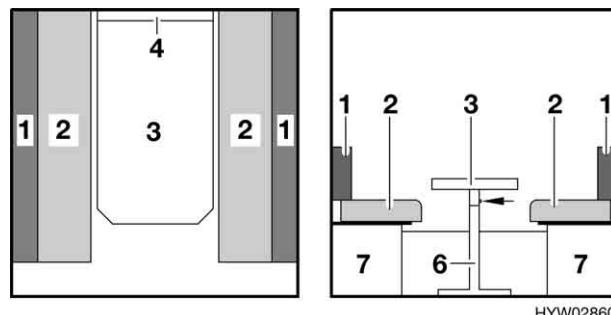

Fig. 45 Prima della trasformazione
- Sistemare i cuscini del divano (Fig. 45,2).
- Sollevare leggermente il piano del tavolo in avanti (Fig. 45,3).
- Sbloccare il piede del tavolo (Fig. 45,6) dall'elemento di fissaggio e ribartarlo verso l'alto sul lato inferiore del tavolo.